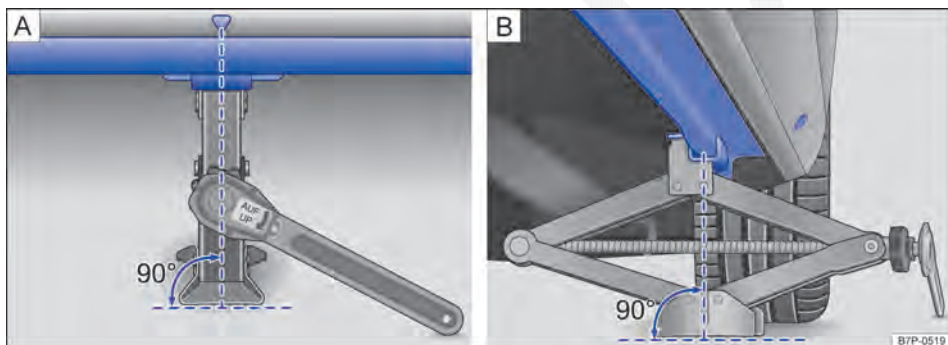

Fig. 285 Colocar o macaco sanfona no lado esquerdo traseiro do veículo.
O macaco pode ser colocado somente nos pontos de apoio mostrados \Rightarrow Fig. 285. Deve ser considerado o ponto de apoio localizado junto à roda correspondente \Rightarrow .
7. Procurar sob o veículo o ponto de apoio do macaco \Rightarrow Fig. 285 mais próximo da roda a ser trocada.
- Garantir que a base do macaco, com toda sua superfície, esteja sobre o chão e que a base se encontre perpendicularmente abaixo do ponto de colocação ⇒ Fig. 285.
- Alinhar o macaco e, simultaneamente, levantar a garra do macaco até ela se encaixar na travessa debaixo do veículo ⇒ Fig. 285.
- Posicionar o macaco somente nos pontos indicados. A garra do macaco deve se encaixar no perfil da longarina de forma segura ⇒ Fig. 285.